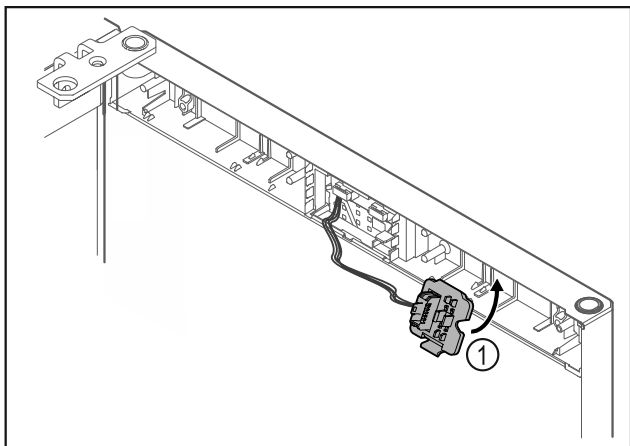

Fig. 23
- ▶ Fixați în poziție suportul fișei Fig. 23 (1) pe partea opusă.